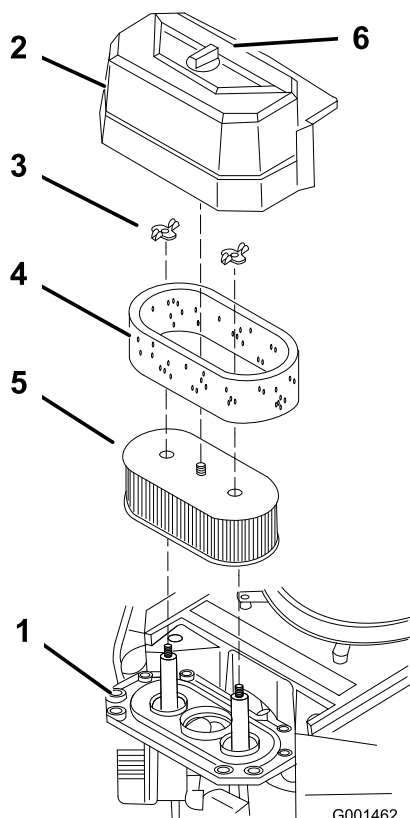

Figure 30
3. Nettoyez la surface autour du filtre à air pour éviter que des impuretés n'endommagent le moteur en tombant à l'intérieur (Figure 30).
4. Dévissez le bouton du couvercle et déposez le couvercle du filtre à air (Figure 30).
5. Dévissez les 2 écrous à oreilles et déposez l'ensemble filtre à air (Figure 30).
6. Sortez délicatement l'élément en mousse de l'élément en papier (Figure 30).
1. Ne nettoyez pas l'élément en papier. Remplacez-le toutes les 200 heures de fonctionnement (Figure 30).
1. Glissez délicatement l'élément en mousse sur l'élément en papier (Figure 30).
2. Posez l'ensemble filtre à air sur sa base et fixez-le en place avec les 2 écrous à oreilles (Figure 30).
3. Mettez le couvercle du filtre en place et serrez le bouton (Figure 30).